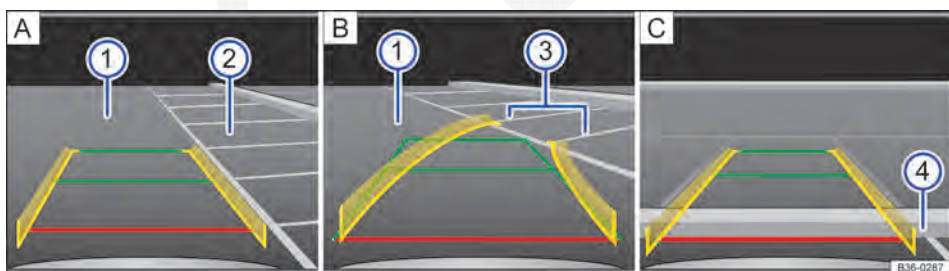

Fig. 205 Exibição do display da câmera de marcha a ré: entrar na vaga no modo 1.
Legenda para Fig. 205:
4.	Posicionar o veículo na frente da vaga de estacionamento ② → Fig. 205  .
6.	Conduzir lentamente para trás e manobrar de modo que as guias amarelas sejam guiadas ao longo das linhas de limitação lateral ③ da vaga de estacionamento selecionada  . Observar a seguinte mensagem: Controlar a trajetória do veículo! →  em Introdução ao tema na página 254!
7.	Alinhar o veículo na vaga de estacionamento selecionada de modo que as guias verdes e amarelas fiquem em cima das linhas de limitação lateral ③ da vaga de estacionamento selecionada.
8.	Parar o veículo o mais tardar ao atingir a guia vermelha de limitação traseira, por exemplo, meio-fio ④  .